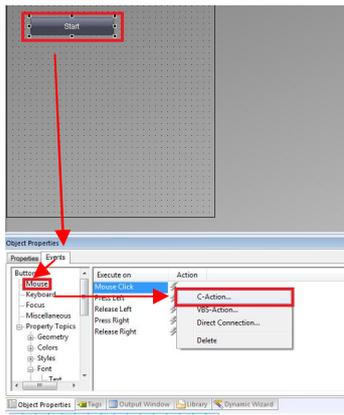
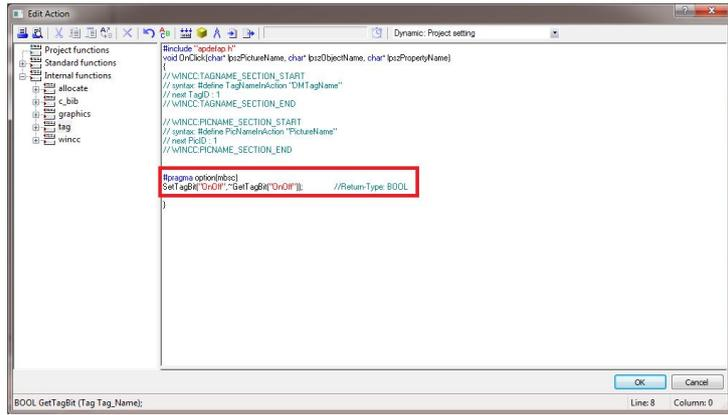

图 3-8
图 3-9
2. 添加点击操作的 C 脚本。选中按钮，在 **Events->Button->Mouse** 下的 **MouseClicked** 右边，右键点击闪电图标，选中 **C-Action** 为点击操作编写 C 脚本，如图 3-8 所示。在弹出的脚本编辑器中添加如图 3-9 所示的代码，代码实现的功能是将 **OnOff** 元素的值取反。